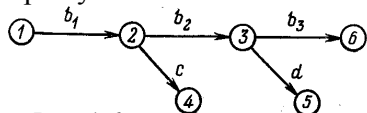

Рис. 1.6.
5) если какие-либо операции могут быть начаты до полного окончания непосредственно предшествующей им операции, то последнюю целесообразно представить как ряд последовательно выполняемых операций, завершающихся определенными событиями. Например, если операции  $c$  и  $d$  могут быть начаты до полного окончания операции  $b$ , то операцию  $b$  рекомендуется разбить на элементарные операции  $b_1$ ,  $b_2$  и  $b_3$  и представить выполнение всех операций в виде графика, изображенного на рис. 1.6. Для отражения технологической или ресурсной зависимости в выполнении операций применяют фиктивные операции (рис. 1.7).